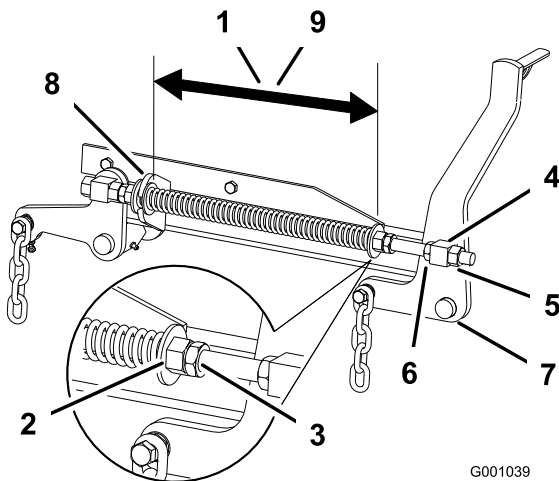

Figure 83
- Vérifiez que les deux grandes rondelles sont espacées de 28,2 cm pour les plateaux de coupe de 52 pouces, et de 26,7 cm pour les plateaux de coupe de 60 pouces (Figure 83).
- Régalez cette distance en desserrant l'écrou de blocage du ressort et en tournant l'écrou devant chaque ressort (Figure 83). Tournez l'écrou dans le sens
4. Bloquez l'écrou en position en serrant l'écrou de blocage du ressort (Figure 83).